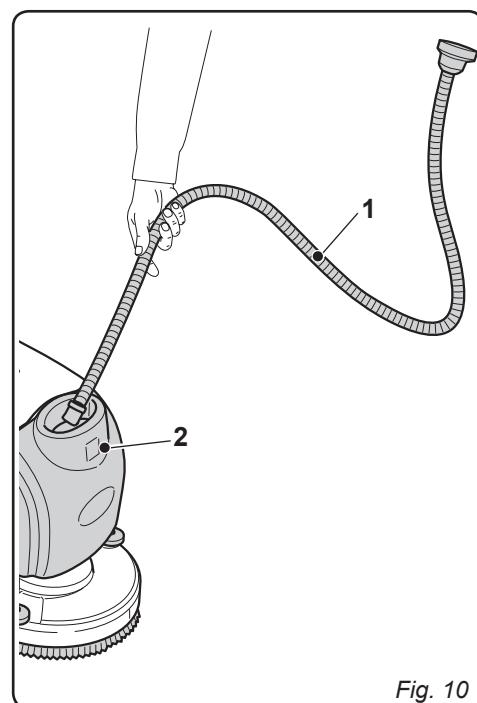

Fig. 10
8.1 REMPLISSAGE DU RÉSERVOIR (Fig. 10)